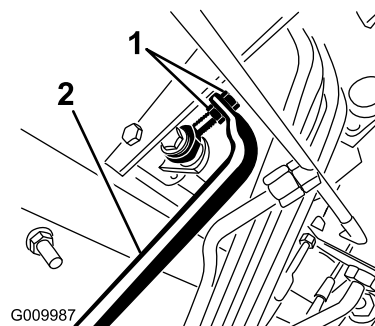

Figura 46
5. Ajuste las contratueras del extremo de la varilla de la bomba para desplazar el tubo de control de la bomba hacia adelante, para eliminar el movimiento de la máquina hacia adelante, o hacia atrás, para eliminar el movimiento hacia atrás (Figura 46).